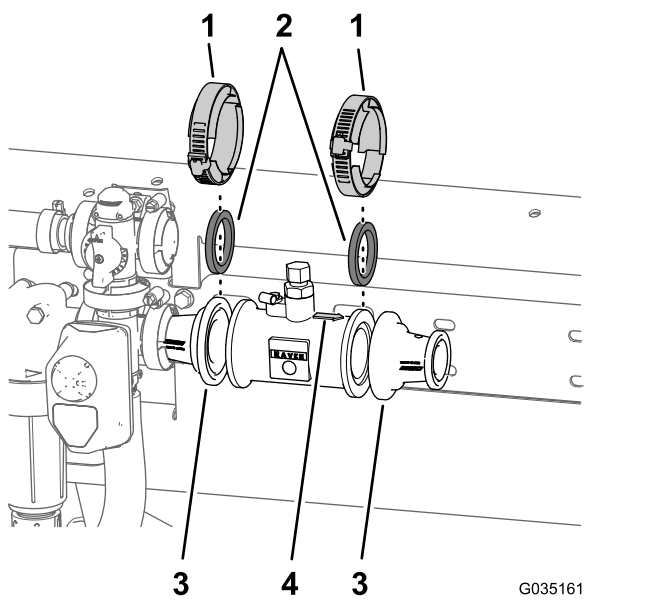

Рисунок 55
стороны главного регулирующего клапана (Рисунок 55).
B. Установите, не затягивая, прокладку, расходомер и переходной патрубков (Рисунок 55) при помощи фланцевого хомута 76 мм (3 дюйма), снятого при выполнении пункта 2А раздела **Демонтаж соединительной трубки и переходного патрубка** (страница 21).
C. Совместите прокладку (2-1/4 дюйма) и переходной патрубков, снятые при выполнении пункта 2С раздела **Демонтаж соединительной трубки и переходного патрубка** (страница 21), с концом расходомера, на который указывает стрелка направления (Рисунок 55).
D. Установите уплотнительную прокладку, расходомер и переходной патрубков (Рисунок 55) при помощи фланцевого хомута 76 мм (3 дюйма), снятого при выполнении пункта 2А раздела **Демонтаж соединительной трубки и переходного патрубка** (страница 21).